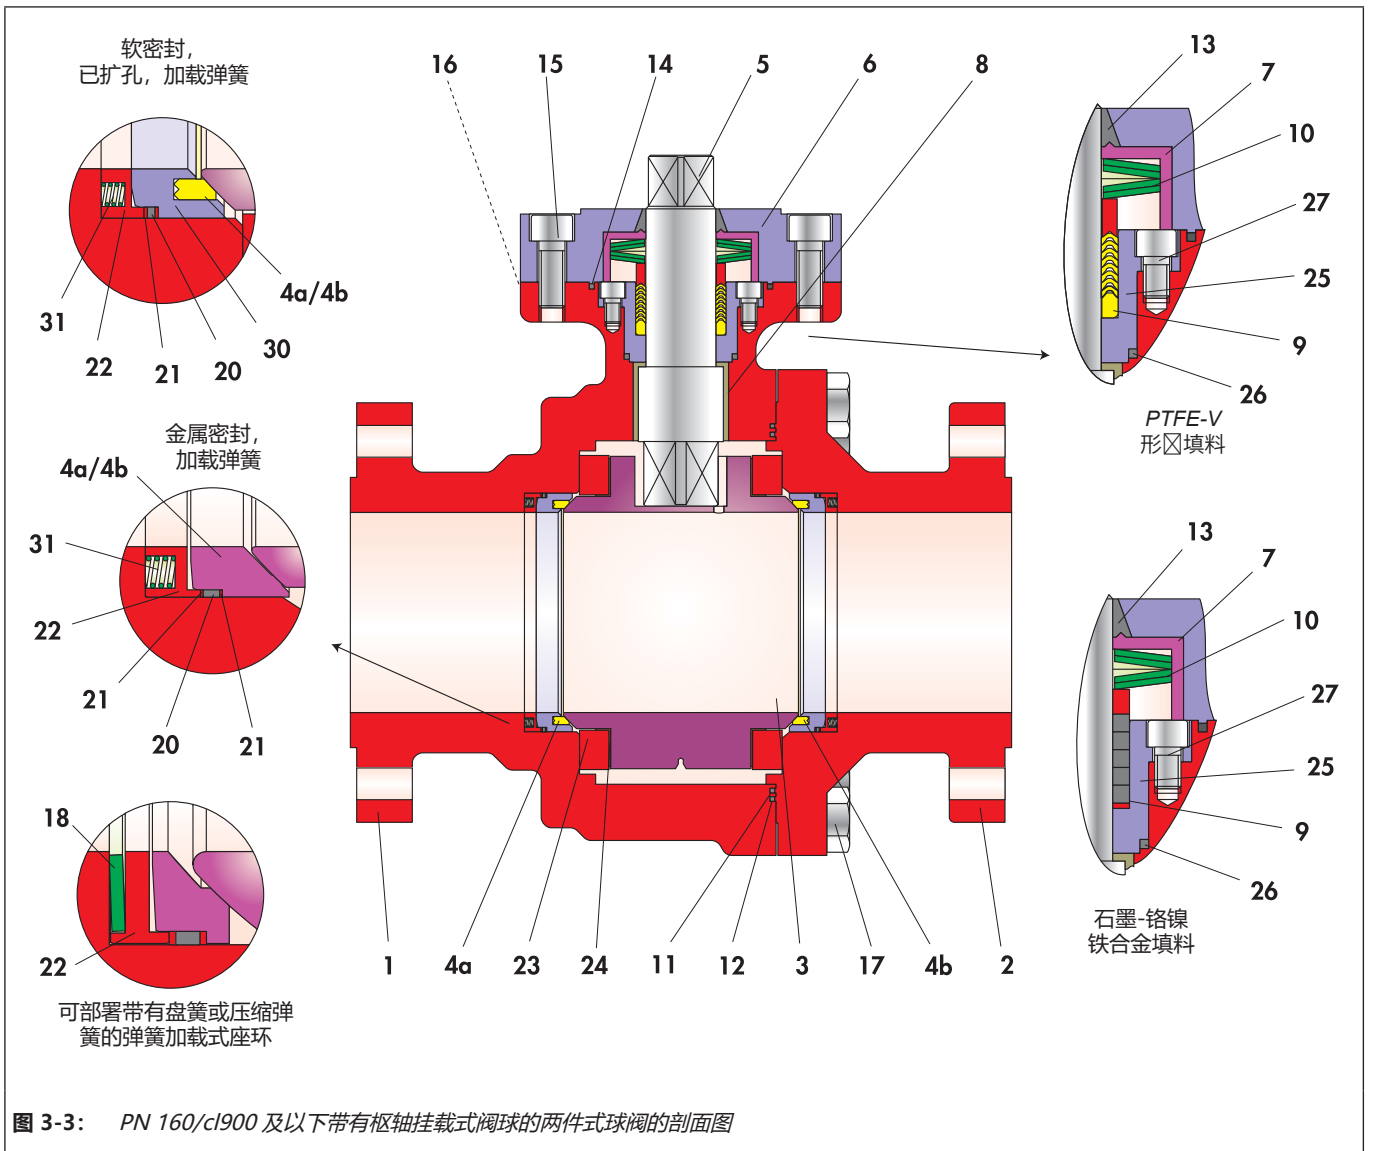

图 3-3: PN 160/cI900 及以下带有枢轴挂载式球阀的两件式球阀的剖面图
在组装期间必须遵守图 3-3 中所示各个部件的位置和排布。
- ⇒ 将轴承套 (8) 连同控制轴 (5) 一起放入阀球支架 (3)，但不要使其扭曲。
- ⇒ 将阀环 (26) 插入填料压盖衬套 (25)。
- ⇒ 用 V 形环填料或石墨填料 (9) 填充填料压盖衬套 (25)。有关 V 形环的排布，请参见图 3-3。
- ⇒ 以轻微旋转运动 (但不要用力过太) 推动预组装填料压盖衬套经过已组装的控制轴 (5) 的上方。
- ⇒ 用螺钉 (27) 以交叉方式匀力将填料压盖衬套拧紧在一起。
- ⇒ 将盘簧组 (10) 放在填料 (9) 上。有关盘簧的排布，请参见图 3-3。
- ⇒ 推动衬套 (7) 经过控制轴 (5)，以使其停靠在盘簧 (10) 上并将其居中。
- ⇒ 小心向上推动碳石墨环 (13) 经过控制轴 (5)，直抵衬套 (7)。
- ⇒ 将碳石墨环 (14) 插入填料箱法兰 (6) 的沟槽。
- ⇒ 将填料箱法兰 (6) 穿过控制轴 (5) 放到主阀体 (1) 上。
- ⇒ 轻轻润滑螺钉 (15)。
- ⇒ 用螺钉 (15) 均匀调整填料箱法兰 (6) 并以交叉方式拧紧。